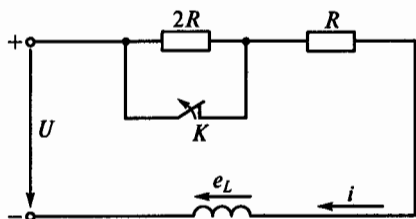

Рис. 145
**4.12.** Каким будет начальное значение ЭДС самоиндукции  $e_L(0+)$ , возникающей в катушке при размыкании ключа  $K$  на рис. 145?